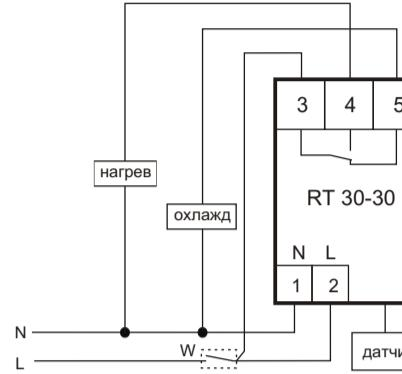

Рис. 2: схема подключения нагрузки мощностью до 4,0 кВт к устройству
5.2. Если устройство работает на нагрев, нагрузка подключена к нормально-разомкнутому контакту реле (вывод 4 устройства, рис. 2). При этом **сияющий красный светодиод** будет указывать на то, что реле замкнуто и нагревательный элемент включен. При достижении установленной температуры реле размыкается и отключает нагревательный элемент, светодиод гаснет.
5.3. Если устройство работает на охлаждение, нагрузка подключается к нормально-замкнутому контакту реле (вывод 5 устройства, рис. 2). Если температура выше установленного значения, охлаждающая установка включена, **светодиод не светится**. Если температура соответствует установленному значению, охлаждающая установка выключена, **светодиод светится**, что указывает на то, что температура находится в пределах установленных значений и охлаждающая установка отключена. При повышении установленной температуры контакты реле включают охлаждающую установку, светодиод гаснет.
7.2. Если мощность нагрузки не превышает 4,0кВт, подключите нагрузку к изделию согласно рис.2. Для этого используйте одножильный или многожильный провод с двойной или усиленной изоляцией, сечением, соответствующим мощности нагрузки. **Фазное** напряжение подается на контакты 2 и 3 изделия. Напряжение может подаваться через выключатель **W** или напрямую.